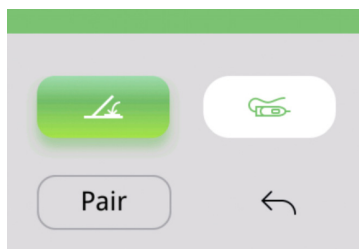

Figure 24 : Interface d'appairage des pédales
Sur l'interface de fonctionnement de l'unité principale, appuyez sur l'icône de la pièce à main ou de la pédale de commande située dans le coin supérieur gauche de l'écran, ou allez sur le bouton "Settings" (⚙️) ---Control Mode Switching pour accéder à l'interface du mode de contrôle (voir Figure 24).
(1) Commuter le mode de contrôle de l'unité principale sur la commande au pied.
(2) Dans l'interface de paramétrage de la pédale, appuyez sur le bouton "Pair" (voir figure 24).